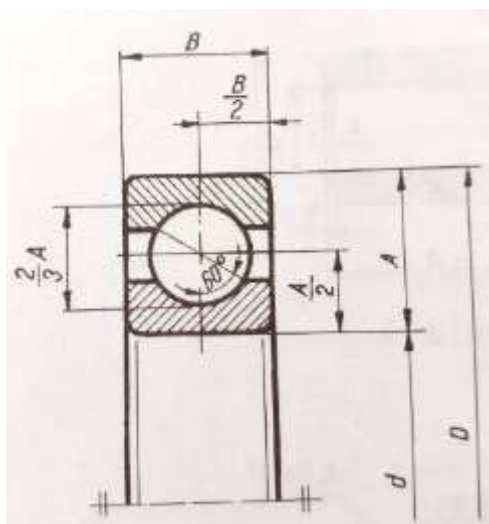

Fig. 3
- rulment radial cu bile pe un singur rând (fig.3.);